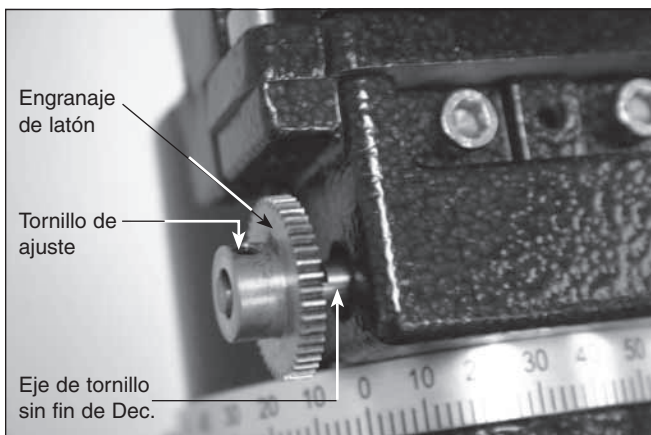

Figura 8. Orientación correcta del engranaje de latón para el eje de Dec.
2. Deslice el extremo roscado del engranaje de latón pequeño restante en el eje de tornillo sin fin de Dec. de su montura SkyView Pro de manera similar a la indicada en la **figura 8**. Gire el engranaje de latón pequeño, de manera que uno de los tornillos de ajuste presione la parte plana del eje de tornillo sin fin de Dec. Sujete el engranaje de latón pequeño apretando los tornillos de ajuste con la llave hexagonal de 2 mm incluida, pero no los apriete excesivamente. Tal vez tenga que realizar pequeños ajustes a la posición del engranaje en el paso siguiente para asegurarse de que el engranaje encaja correctamente.